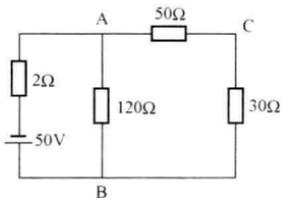

图 D-7
$$(1) R_{BC} = \frac{45 \times 90}{45 + 90} = 30 (\Omega), \text{ 简化电路如图 D-7 所示。}$$